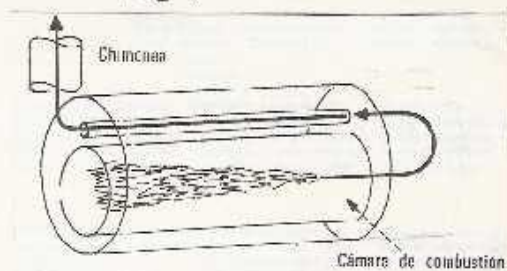

fig 7
2.4.2. DOS PASOS O MARINO ESCOCESAS. fig 7